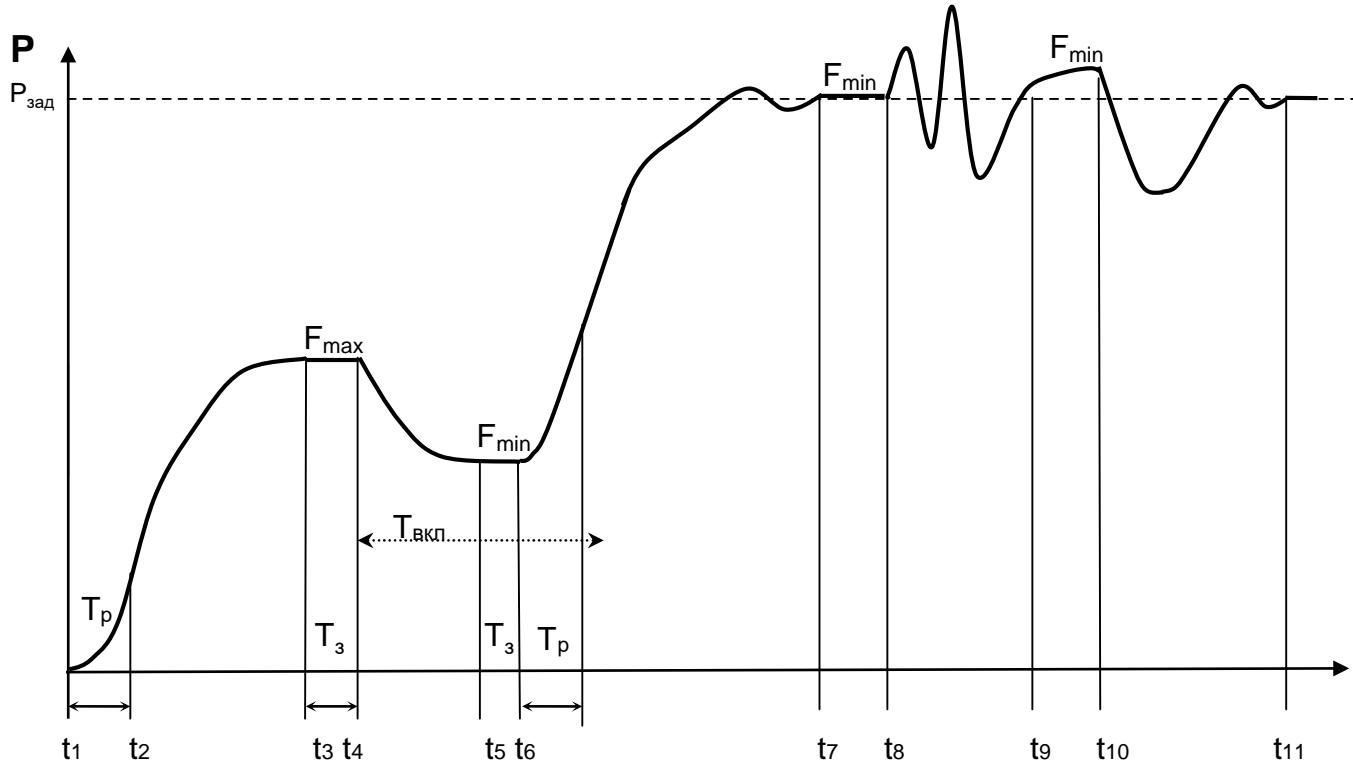

Рисунок 6.2 - График работы системы
При переводе техпроцесса в автоматический режим (АВТ) контроллер формирует управляющий сигнал пуска первого насоса от ПЧ (при условии отсутствия сигнала «Авария СУ»), при этом остальные насосы выключены (см. рисунок 6.2). После истечения таймера **времени разгона тразгона** (см. 5.1.3 Настроенные параметры насосного оборудования) анализируется состояние датчика реле перепада давления первого насоса (ДПД насос №1) и при наличии замкнутого состояния контактов ДПД насос переходит в состояние «РАБОТА».
При достижении максимальной частоты вращения насоса  $F_{max}$  (рисунок 6.2) работающего от ПЧ, контроллер переходит в режим подключения дополнительного насоса от сети.
**Режим подключения дополнительного насоса (Твкл)** – режим работы контроллера, с момента окончания работы таймера  $t_3$  до окончания работы таймера  $t_p$  (рисунок 6.2). Данный режим активируется если ток управления находится на значении 20mA больше чем определено таймером  $t_3$ . Контроллер уменьшает ток управления с текущего (максимального) значения до минимально допустимого, включает таймер задержки и после окончания его работы формирует на сигнал пуска дополнительного насоса от сети. После формирования состояния «РАБОТА» дополнительного насоса (наличие перепада давления после времени разгона) контроллер выходит из режима подключения дополнительного насоса и начинает формировать ток управления.